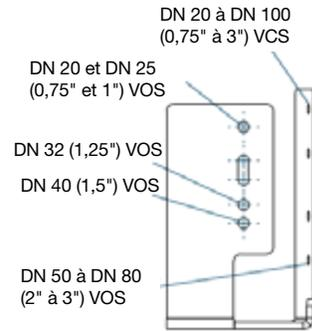

Figure 4 :
- Noter la position de la baguette et l'emplacement des trous de fixation. Retirer les 2 vis avec précaution et soulever l'indicateur de position existant. Se référer aux Figures 4 à 9 de la page 50 (AJOUT D'INDICATEURS DE POSITION) pour assurer le bon emplacement de l'indicateur de position.
- Se référer aux Figures 4 à 9 (ci-dessous) pour assurer le bon emplacement de l'indicateur de position. La taille de vanne est représentée dans le numéro de modèle par les 4 premiers caractères. Par exemple, une vanne CP de DN 80 (3") devrait avoir le n° de modèle 300C.